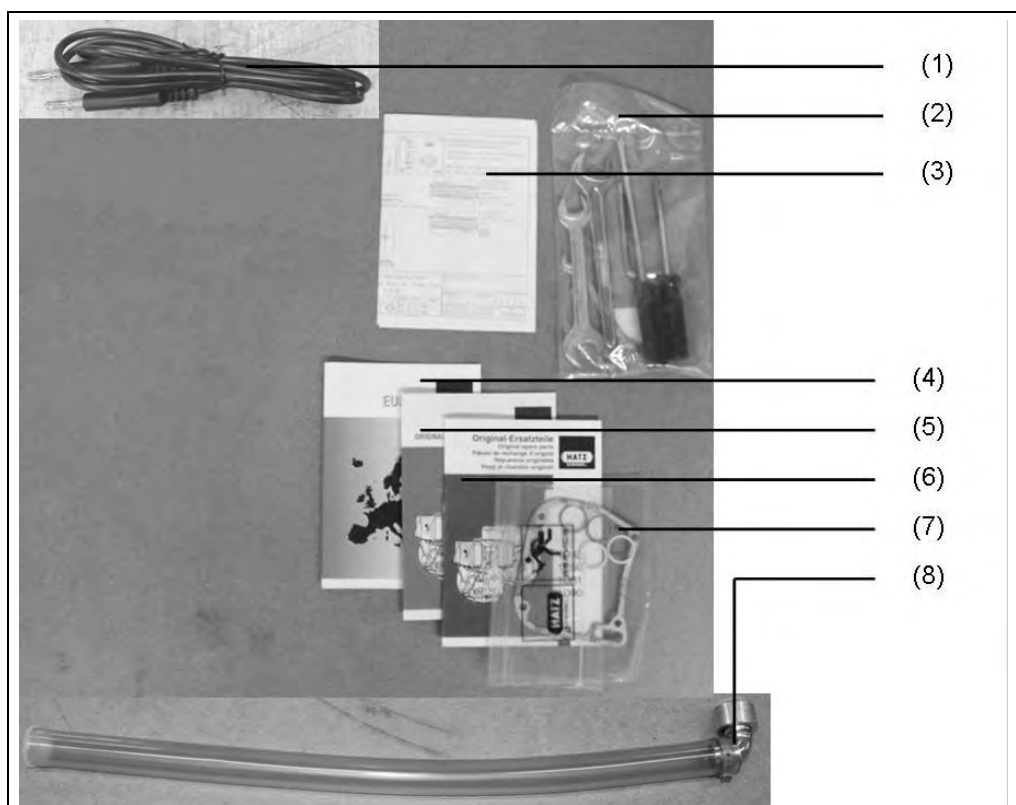

Abb. 1-1: Lieferumfang Dokumentation / Zubehör
| Abb. 1-1: Lieferumfang Dokumentation / Zubehör.....       | 7  |
**Die Betriebsanleitung und Wartungsvorschrift des Motor (siehe Abb. 1-1-(5)) ist integraler Bestandteil dieser Anleitung.**
- Kabel mit Prüfspitze (siehe Abb. 1-1-(1))
- Werkzeug (siehe Abb. 1-1-(2))
- Stromlaufplan Motor (siehe Abb. 1-1-(3))
- Servicestellenverzeichnis Motor (siehe Abb. 1-1-(4))
- Bedienungsanleitung Motor (siehe Abb. 1-1-(5))
- Ersatzteilliste Motor (siehe Abb. 1-1-(6))
- Ersatz-Dichtung Motor (siehe Abb. 1-1-(7))
- Schlauch Ölablass (siehe Abb. 1-1-(8))